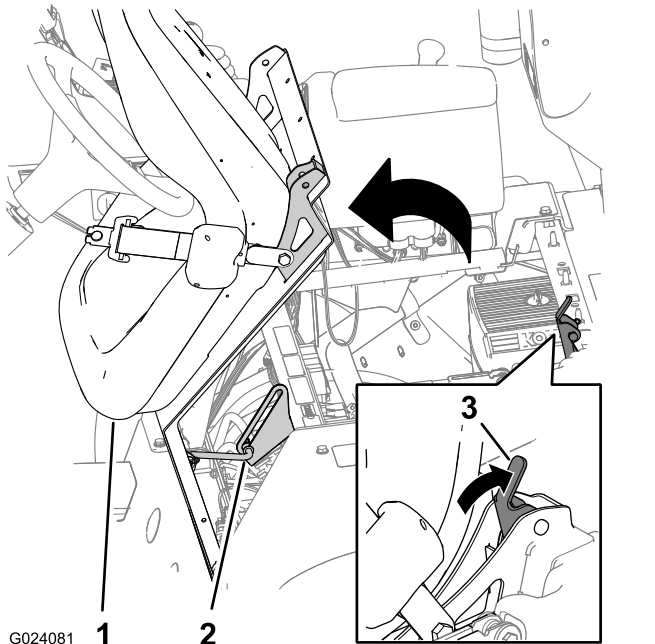

Figura 3
1. Desengate o banco empurrando a alavanca de engate do banco para trás (Figura 3).
2. Rode o banco e a placa do banco para a frente até que a extremidade da barra de apoio, no suporte da barra de apoio, fique na parte inferior da ranhura do suporte (Figura 3).